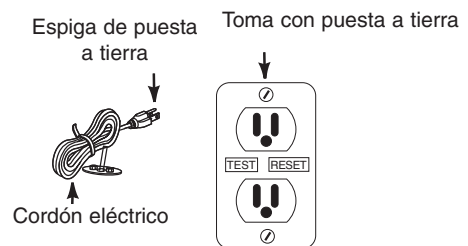

Figura 1
- La bomba debe conectarse a una toma con puesta a tierra que incluya un interruptor de circuito de tierra accidental (GFCI) (Figura 1).
9. Inserte el enchufe del cordón de suministro eléctrico de la bomba directamente en la toma eléctrica de puesta a tierra de 115 voltios que está protegida mediante un interruptor de circuito de tierra accidental. (Figura 1)